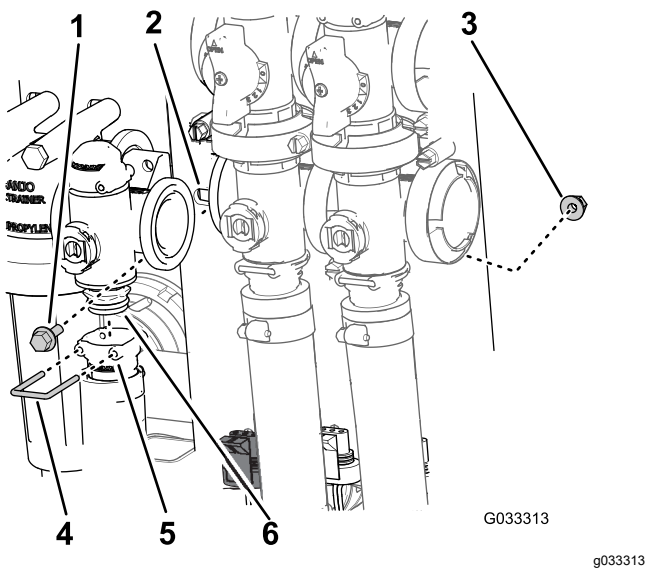

Bild 68
2. Entfernen Sie den Halter, mit dem das Auslaufanschlussstück am Verteiler für das Dosierungsregelventil befestigt ist (Bild 68).
- Entfernen Sie die zwei Bundkopfschrauben und zwei Sicherungsbundmutter, mit denen das Dosierungsregelventil an der Ventilhalterung befestigt ist, und entfernen Sie den Ventilverteiler von der Maschine (Bild 68).